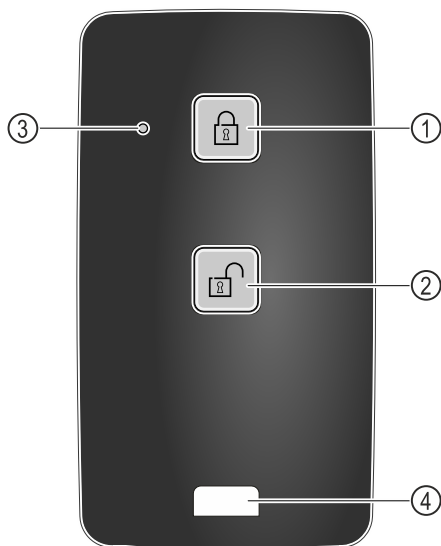

Fig. 210
- (1) Zár bereteszelése
- (2) Zár kireteszelése
- (3) Állapotjelző LED
- (4) Rögzítőszem
- ▶ Nyomja meg a gombot Fig. 210 (1) a távirányítón.
- ▶ Nyomja meg a gombot Fig. 210 (2) a távirányítón.
- ▶ Az állapotjelző LED Fig. 210 (3) a gomb megnyomásakor látható visszajelzést ad.
- ▶ Szem Fig. 210 (4) a távvezérlés, pl. kulcstartóra való rögzítéséhez.